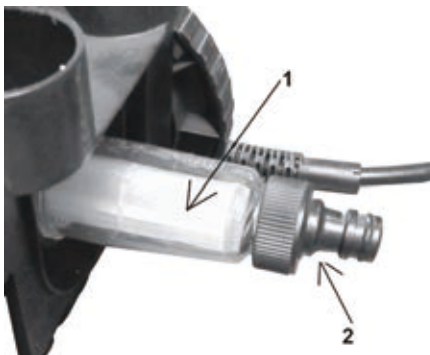

Рис.6
3. Подсоедините фильтр тонкой очистки (1) и штуцер шланга подачи воды (2) (Рис.6)